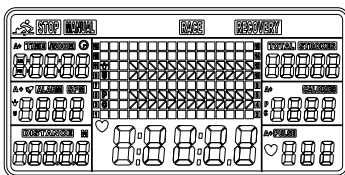
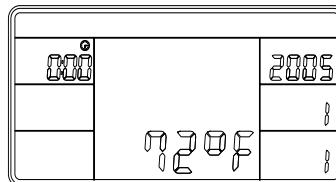

Fig. 1
Fig. 2
1. Installer les piles 2PCS AA (incluses) et l'ordinateur émet un bip pendant 2 secondes (Fig. 1). Ensuite, l'ordinateur passe en MODE HORLOGE ET CALENDRIER (Fig. 2).